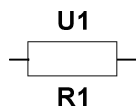

图 10-96 电阻符号
- 13) 单击“确认”按钮，完成属性设置，元器件结果如图 10-96 所示。